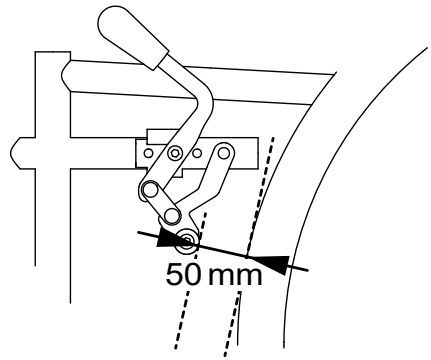
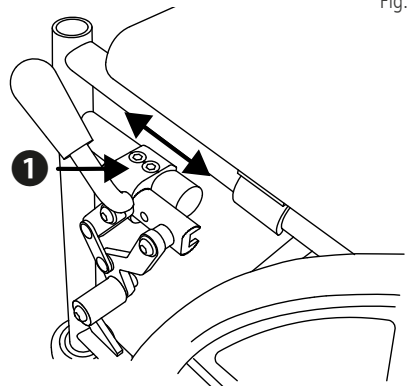

Fig.4
Fig.5
1. Con il meccanismo del freno aperto al massimo, la distanza nel punto più stretto tra il bullone del freno e il copertone deve essere pari a 50 mm (fig. 4).
2. Durante il montaggio dell'adattatore di fissaggio del freno (1, fig. 5), accertarsi che tra il perno del freno e il copertone sia rispettata una distanza pari a 50 mm (fig. 4).
3. Serrare quindi nuovamente le viti (1, fig. 5) e ripetere le operazioni descritte sull'altro lato per il secondo freno di stazionamento.
Anche in caso di utilizzo dell'adattatore in altezza opzionale, la distanza tra il perno del freno e il copertone deve essere pari a 50 mm. Per eventuali correzioni, allentare di nuovo l'adattatore di fissaggio e portarlo nella posizione corretta (1, fig. 5).
Riferimento visivo: Nel montaggio senza adattatore in altezza, i contrassegni rossi sul telaio e sul freno delimitano, a destra e a sinistra, l'adattatore di fissaggio del freno (1, fig. 5). _____